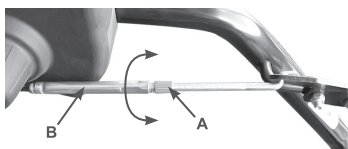

Рис.12
- Для регулировки троса привода хода необходимо ослабить контргайку (A) и вращая поводок (B) по часовой или против часовой стрелки установить необходимую длину троса. Затем затянуть контргайку (A) Рис.12.